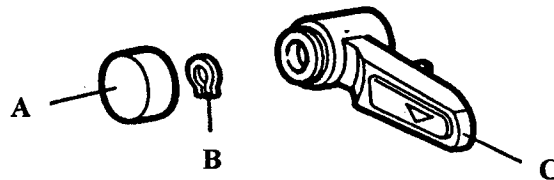

fig. 27
H1018, H1030 models (fig. 27). Remove the door lock plug (A), using a screwdriver.
Modelos H1018, H1030 (fig. 27). Desmontar el tapón (A) de la empuñadura de cierre, ayudándose con un destornillador.
Modèles H1018, H1030 (fig. 27). Démontez le bouchon (A) de la poignée de fermeture, à l'aide d'un tournevis.